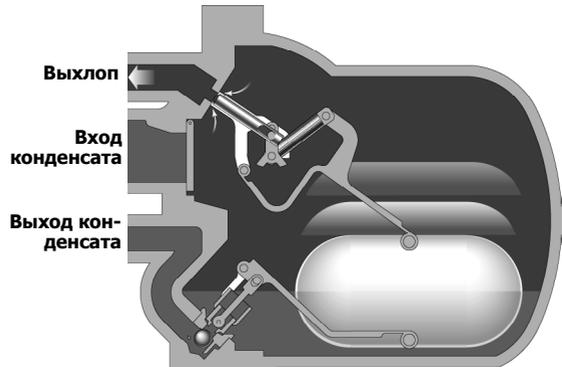

Рис. 10
1. Убедитесь, что подводящие и отводящие трубы подсоединены в соответствии с рис. 10 и 11. Медленно открывайте вентиль на линии подачи пара. Убедитесь, что балансировочная линия открыта.
## Шаг 5 (Рис. 10)